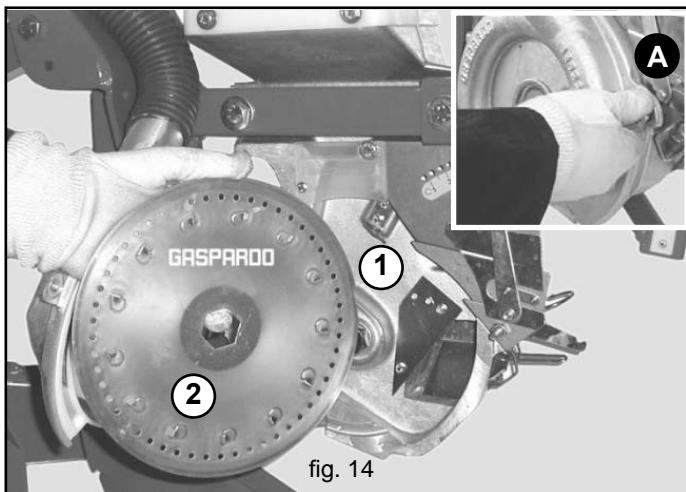

fig. 14
All'interno dei distributori (1, Fig. 14) va montato un disco (2, Fig. 14) **scelto in funzione della dimensione del seme** (il seme non deve poter entrare nel foro).
- Il disco deve essere montato con i piolini (2, Fig. 14) rivolti all'interno del distributore.
- Serrare il dado ad alette di chiusura coperchio solamente con le mani (A, Fig. 14).
- 4) Svitare e togliere il dado ad alette (A, Fig. 14);